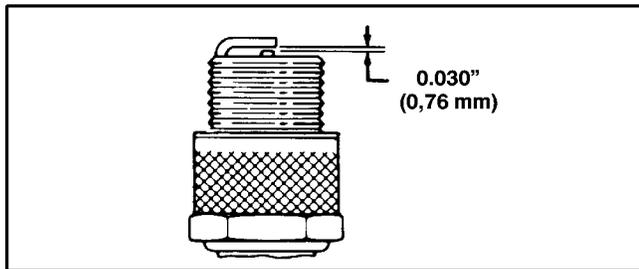

Abbildung 17
3. Den Luftspalt auf 0,76 mm (0.030") einstellen (Abb. 17). Die auf den korrekten Abstand eingestellte Zündkerze mit einer Dichtungsscheibe versehen und auf 19 N·m (14 ft·lb) anziehen.